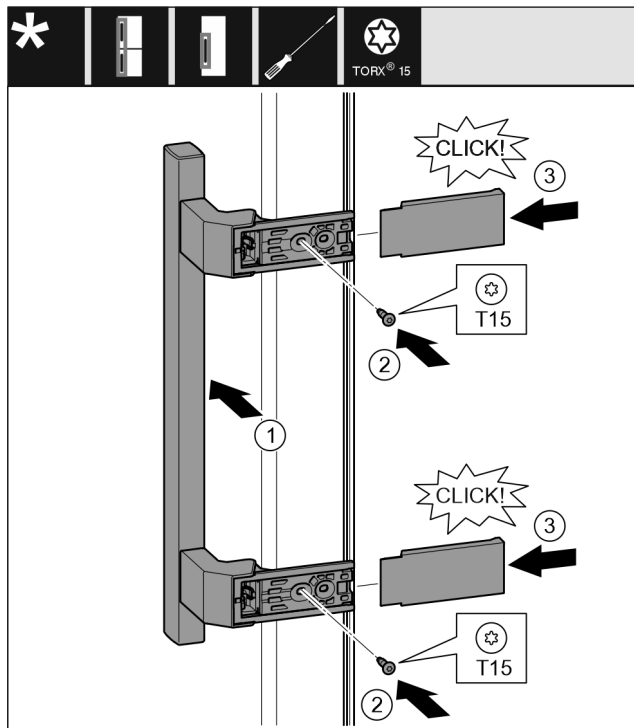

Fig. 20
- ▶ Aplicați mânerul pe partea opusă. Fig. 20 (1)
- ▶ Înșurubați ferm șuruburile cu șurubelnița T15. Fig. 20 (2)
- ▶ Aplicați și împingeți capacele laterale. Fig. 20 (3)